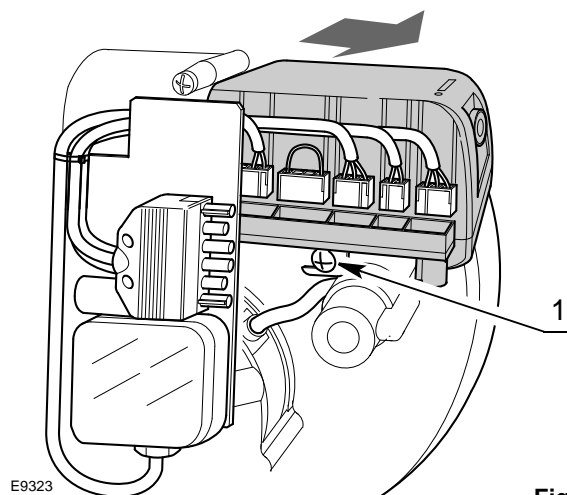

Fig. 19
- koppel alle aangesloten connectoren, de 6-polige stekker, de hoogspanningskabels en de aardingsdraad (TB) los;
- draai de schroef 1)(Fig. 19) los en trek de controledoos in de richting van de pijl.
- draai de schroef 1)(Fig. 19) vast met een aanhaalmoment van $1 \div 1,2$ Nm;